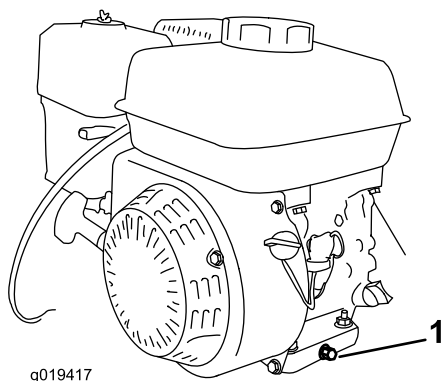

Figure 18
4. Enlevez le bouchon du boîtier d'engrenages (Figure 18).
5. Enlevez le bouchon de vidange (Figure 18).